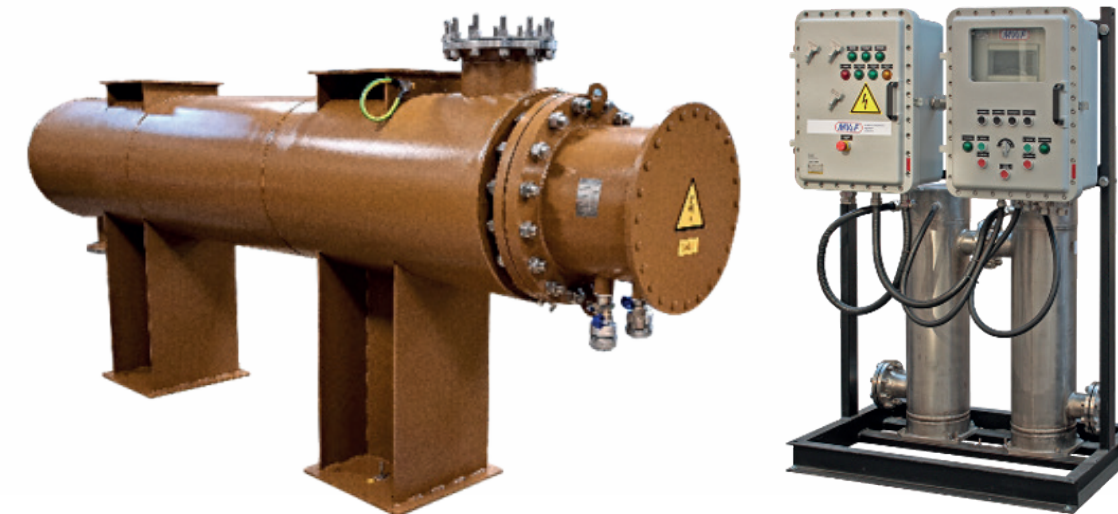

Рис. 2. Проточные нагреватели во взрывозащищенном исполнении производства MV&F
• Электрические нагреватели проточного типа (Рис.2).